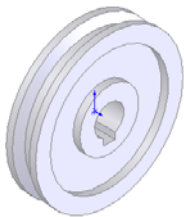
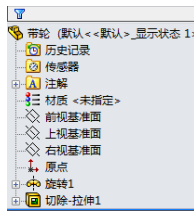

图 3-171 绘制带轮
图 3-172 带轮“FeatureManager 设计树”
**16** 设置视图方向。单击“标准视图”工具栏中的“等轴测”图标按钮，将视图以等轴测方向显示，结果如图3-171所示。带轮绘制完毕，此时带轮的“FeatureManager设计树”如图3-172所示。